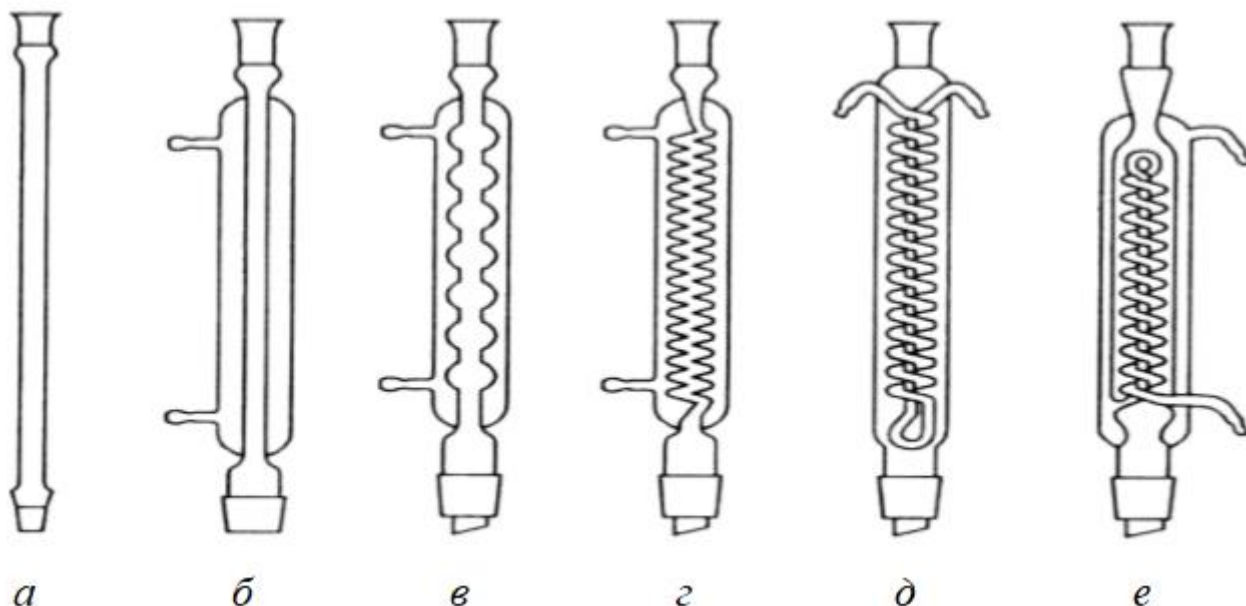

Рис. 25 – Холодильники:
*Холодильники* (рис. 25) служат для охлаждения и конденсации паров, образующихся при кипении жидкостей. Существует несколько типов холодильников. В химической практике наиболее широко используется холодильник Либиха. Он бывает нисходящим и обратным. Нисходящий холодильник применяют в установках для простой перегонки, а также для перегонки при уменьшенном давлении. В этом случае его крепят к установке с небольшим наклоном в сторону приёмника для перегоняемой жидкости. Если же холодильник используют как обратный, то его крепят в штативе строго вертикально. В этом положении он используется для конденсации паров долго кипящей жидкости. Охлаждённая вода подключается со стороны нижнего отвода.